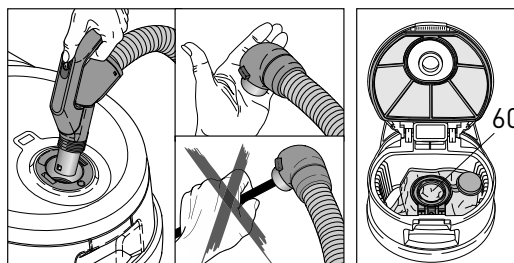

Figure 36
1. Avec le tube télescopique déconnecté de la poignée (1), tenez le tuyau à la verticale avec une main sur l'ouverture d'aspiration de la poignée (59) et allumez l'appareil en poussant l'aspiration à pleine puissance. Si nécessaire, enlevez et remettez votre main rapidement de l'extrémité du tuyau. Si cela n'élimine pas le bourrage, vous pouvez également l'éliminer en retournant le tuyau - voir #2 ci-dessous.
2. Avec l'appareil hors tension, retirez le col du tuyau (#14, figure 34) de l'orifice d'aspiration (19) en pressant les deux boutons de déverrouillage (13). Retirer la poignée (1) du tube télescopique (figure 35) et insérer l'extrémité du manche du tuyau (1) dans l'orifice d'aspiration (figure 36). Remarque: la poignée ne s'intègre pas parfaitement dans l'orifice d'aspiration. Ensuite, tenez le tuyau à la verticale avec une main sur le col du tuyau et allumez l'appareil en poussant l'aspiration à pleine puissance. Si nécessaire, enlevez et remettez votre main rapidement de l'extrémité du tuyau. (figure 36) Après avoir enlevé le bouchon, replacer le tuyau dans la position correcte.